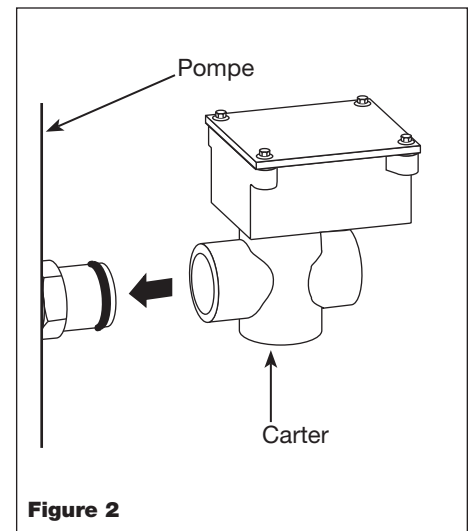

Figure 2
5. Appliquer une petite quantité d'huile au joint torique et pousser le carter du protecteur de niveau d'huile sur l'adaptateur (Voir Figure 2).